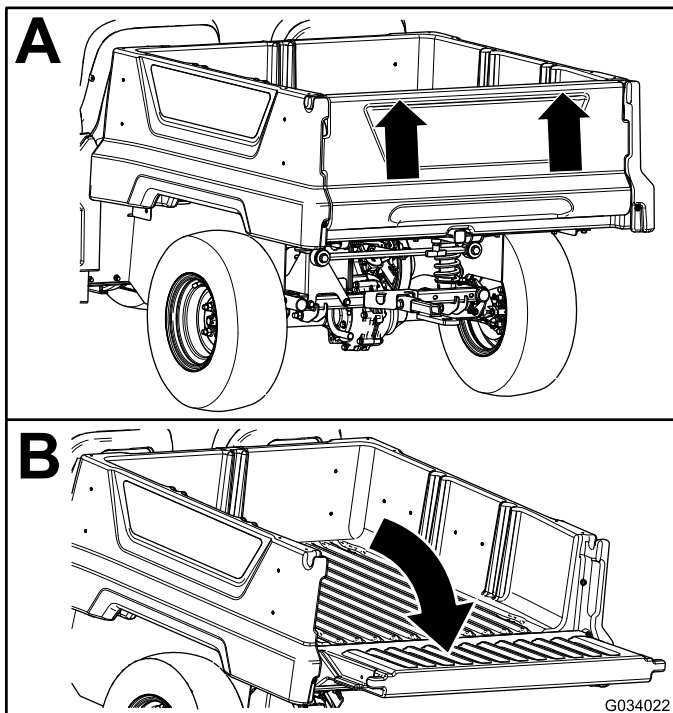

Figura 15
2. Eleve el portón trasero con las dos manos mediante el reborde cerca de la parte superior del portón trasero (Figura 15).
3. Baje el portón hasta que quede nivelado con la parte inferior de la plataforma de carga (Figura 15).